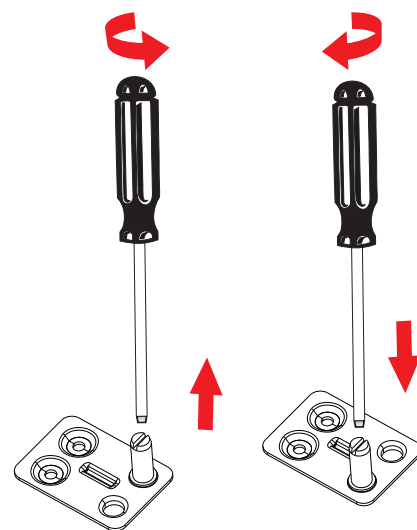

Fig. 12
- ▶ Fjern tappen for det øverste hængsel (fig. 12) med en kærvskruetrækker, og drej tappens anden ende i boret på den anden side.